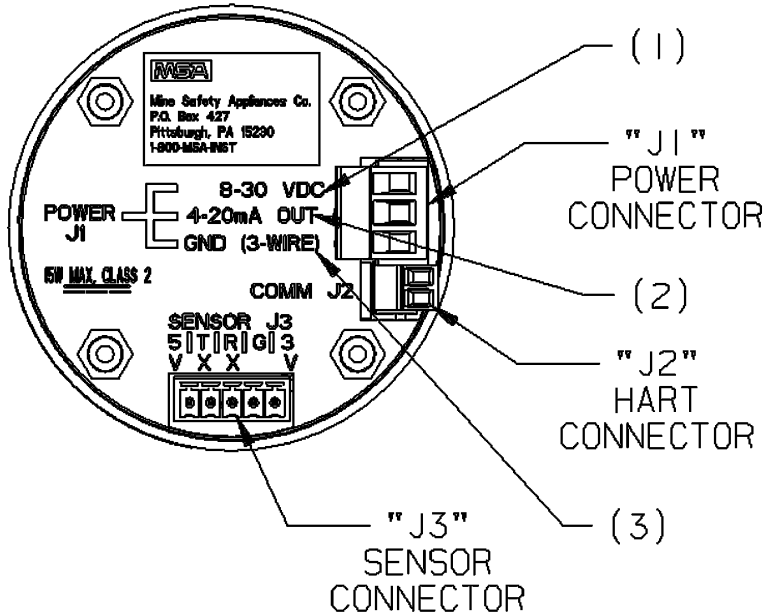

Рис. 9 Печатная плата
- (1) Подключите провод питания 24 В п. т. к J1-1 [→ Рис. 9].
- (2) Подключите J1-2 ко входу 4 - 20 мА дистанционной системы контроля.
- (3) Подключите сигнальное заземление к J1-3.
- (4) Подключите модуль датчика к клеммной колодке J-3 на главной печатной плате.
- (5) Закройте крышку корпуса.